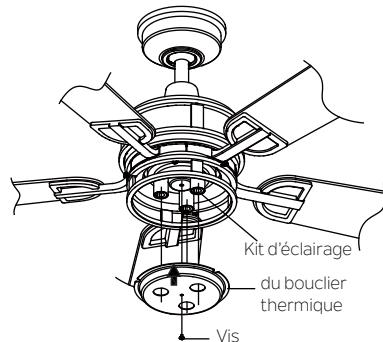

Fig. 24
Étape 5. Alignez le trou de vis situé sur le trou central de l'ensemble d'éclairage et le bouclier protecteur. Passer les trois douilles du kit d'éclairage sur les trous les plus grands du bouclier protecteur. Serrer fermement la vis retirée précédemment à l'étape 1. (Fig. 24)